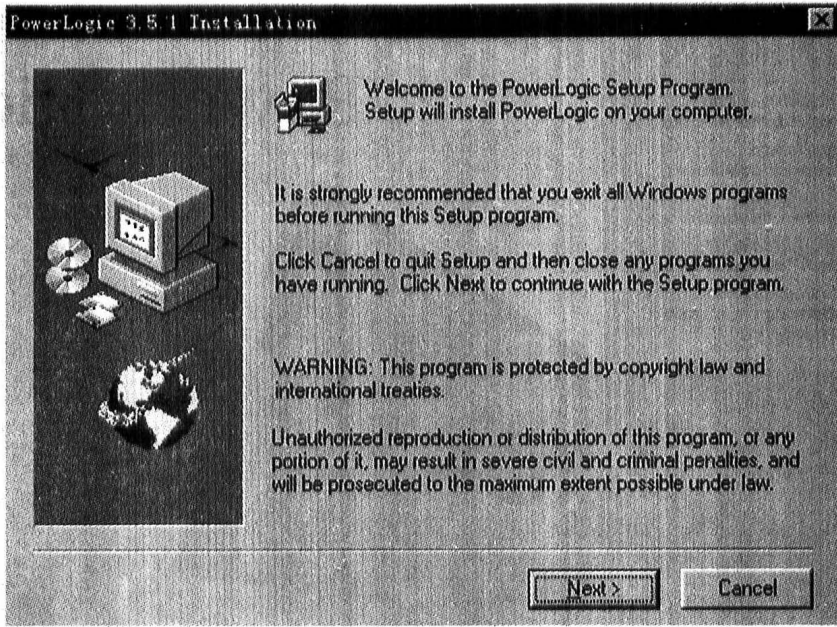

图 1-2 安装提示
(1) 点击 Install PowerLogic 按钮后,系统经过一段时间的环境检查,启动安装程序。这时,系统将弹出如图 1-2 所示的窗口。在窗口中显示了一些 PowerLogic 安装中的注意事项,建议用户在安装时将其他 Windows 窗口关掉。如果当前系统中存在其他 Windows 窗口,用户可以先退出安装程序,在关掉其他 Windows 窗口后再继续进行安装。